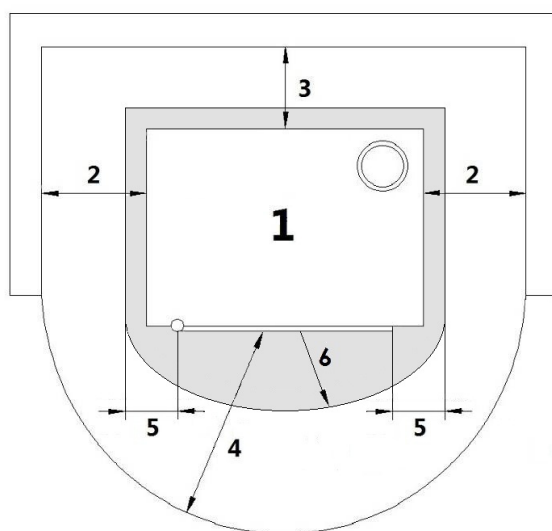

Fig. 13 - Algemene installatie
LEGENDE	Fig. 13
- Voor de veiligheidsvoorschriften op het gebied van de brandpreventie moeten de afstanden ten opzichte van ontvlambare of hittegevoelige objecten in acht genomen worden (banken, meubels, houten bekleding, enz....), zoals vermeld wordt **Fig. 13**.
- Als de vloer van een brandbaar materiaal is moet een bescherming voorzien worden van brandvrij materiaal (stalen plaat, hittebestendige plaat, marmer,...). Voor de afmetingen van de bescherming, zie **Fig. 13**.